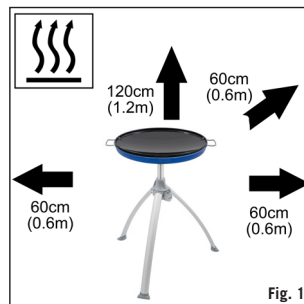

Fig. 1
- Dekk ikke og foretak ingen endringer på brennerens (F) lufthuller på bunnplaten, fordi det vil påvirke luftstrømmen til stammens lufthuller ind i trebenskabinettet (J). Det vil på sin side påvirke produktets ytelse og kan innene til at flammen brenner ustabil. Sørg for at enheten er tilstrekkelig langt ifra antenkelige materialer under bruk. Minimum sikkerhetsavstand er:
- Over enheten 1,2 m. Bakved og på siderne 600 mm. (Se fig.1)